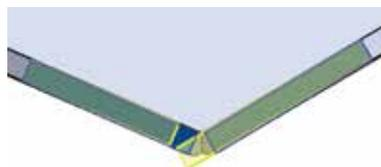

图 5.199 重叠闭合角
-  按钮：用于生成如图 5.199 所示的重叠闭合角效果。